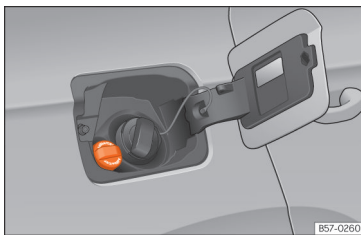

Fig. 217 AdBlue tank cap.
- Open the tank cover  **Fig. 217**.
»» Fig. 217.